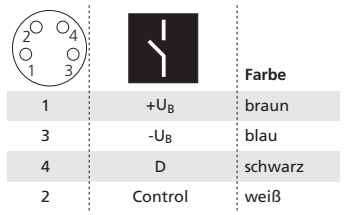

Abb. 1: Pin-Belegung mit Sicht auf den Sensor-Stecker und Farb-Kodierung der microsonic Anschlusskabel
- Durch die Belegung von Pin 2 ist ein ews-15/CD als Empfänger und ein ews-15/CD als Sender zu konfigurieren (siehe Abb. 1 und 2).